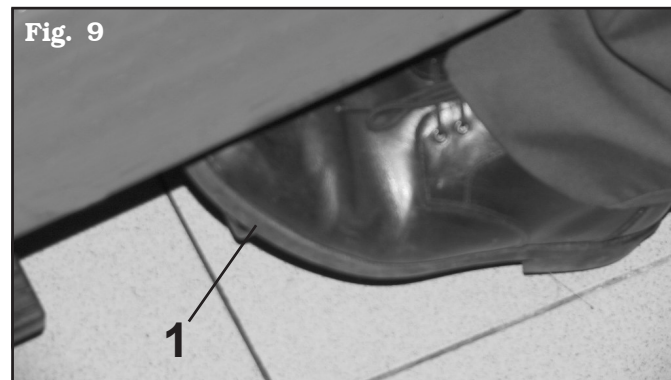

Fig. 9
3 - Apretar hacia abajo el pedal (Fig. 9 ref. 1) para mandar la rotación del mandril en sentido horario.